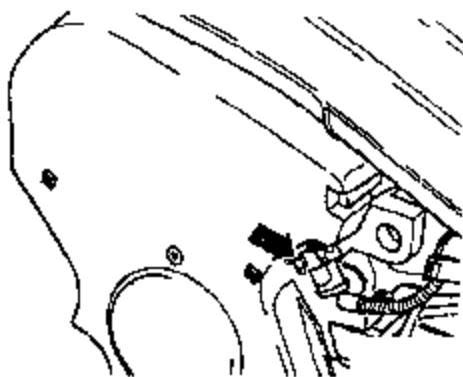

图 2-51 拔下进气温度传感器的插头
③拆下进气温度传感器及节气门控制单元插头，再从霍尔传感器上拉出插头（如图 2-51 所示）。